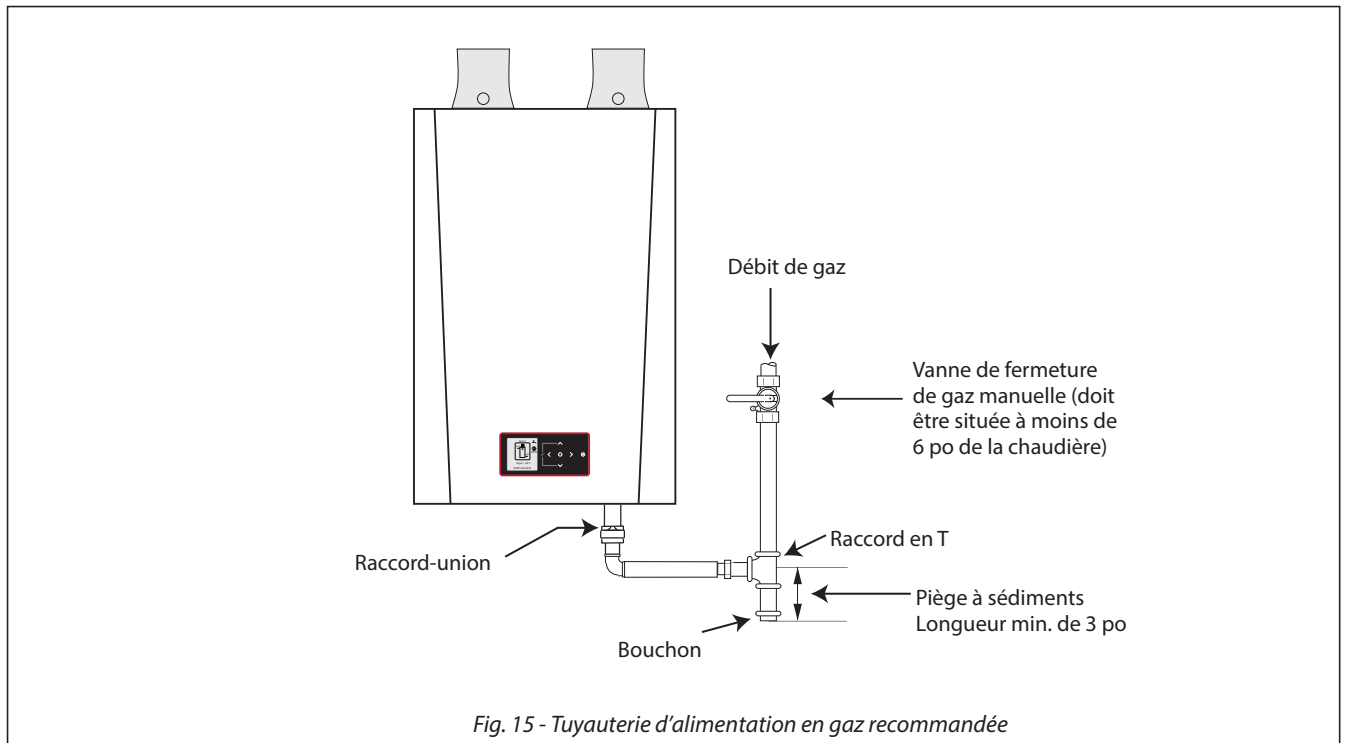

Fig. 15 - Tuyauterie d'alimentation en gaz recommandée
2. Installez une vanne de fermeture manuelle dans la tuyauterie d'alimentation en gaz, comme illustré à la **Fig. 15 ci-dessus**. En ce qui concerne les installations au Canada, l'installateur doit étiqueter et identifier la vanne de fermeture principale.
3. Installez un piège à sédiments (collecteur de sédiments) sur la ligne d'alimentation en gaz avant de raccorder le circuit de gaz INSTINCT comme illustré à la **Fig. 15 ci-dessus**.